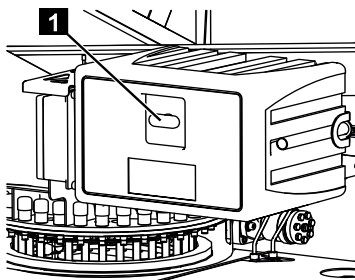

Fig. 212
1. Enlever le cache du verrouillage (Fig.212/1).
2. Ouvrir la serrure (Fig.212/1) en tournant la clé du coffret dans le sens des aiguilles d'une montre.